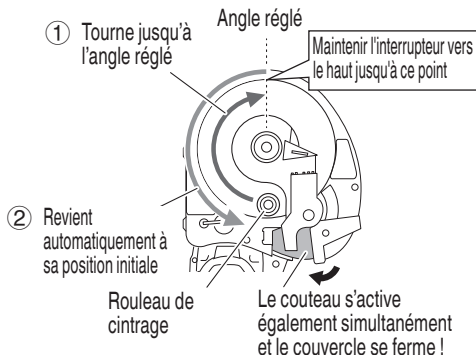

Fig. 17
Si l'interrupteur est relâché à l'intérieur de la zone ①, un frein sera appliqué et cela arrêtera le fonctionnement. (Fig. 17)
En relâchant l'interrupteur à l'intérieur de la zone ②, le couteau supérieur et le rouleau de cintrage reviennent automatiquement à leurs positions initiales. (Fig. 17)